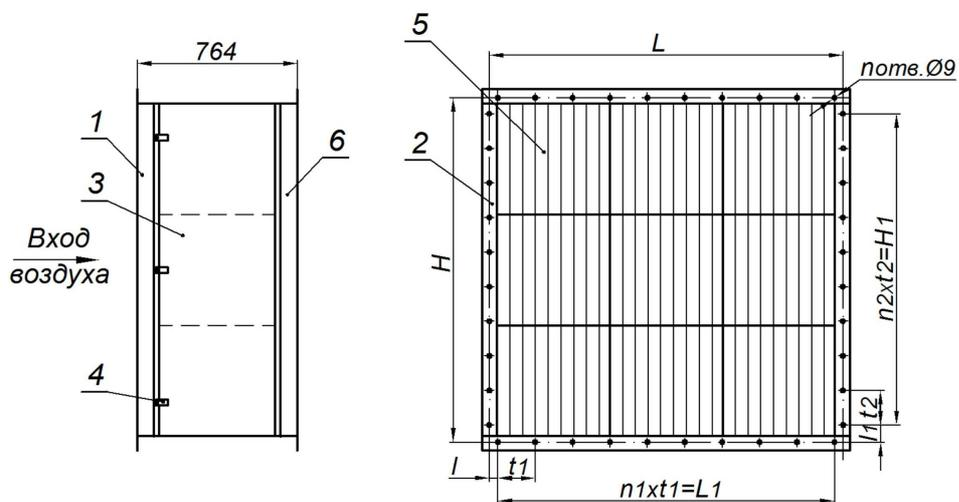

Рис. 1 Схема секции карманного фильтра
Секция карманного фильтра состоит из металлического корпуса (1) (рис.1), имеющего на входе и выходе фланцы (2) для присоединения к фланцам вентиляционных систем, посредством болтовых соединений через уплотнительную резину. С одной из сторон корпус СКФ имеет двери (3), которые уплотняются с корпусом, за счет размещенного на них специального уплотнения, и прижимов (4). Двери могут быть справа (П) или слева (Л) по ходу движения воздуха.